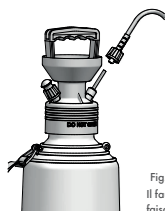

Fig.3
Il faut raccorder le tuyau d'aspiration, faisant partie de l'ensemble (fig. 3/pos. 1), avec le joint du flexible (fig. 3/pos. 2).